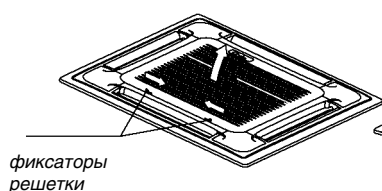

Рис. 8
- Одновременно сдвиньте два фиксатора решетки к центру, а потом потяните вверх (рис. 8).